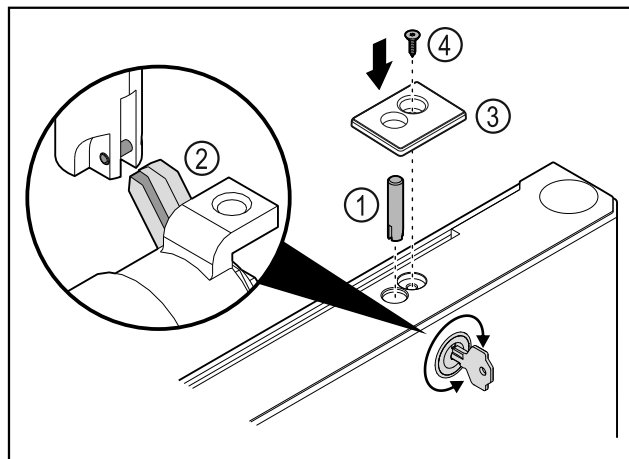

Fig. 41
- ▶ Helyezze be a zárcsapot Fig. 41 (1).
- ▶ Forgassa el kissé a zárat, hogy a zárcsap Fig. 41 (2) bereteselődjön a záron lévő nyílásba.
- ▶ Helyezze be a fedelet Fig. 41 (3).
- ▶ Helyezze be a csavart Fig. 41 (4).